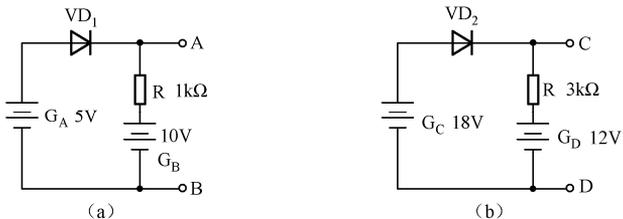

图 1.21
1.17 设图 1.21 中所示各二极管均为理想二极管。(1) 判断二极管 VD_1 、 VD_2 是导通还是截止;(2) 求 A、B 端电压 U_{AB} 和 C、D 端电压 U_{CD} 。